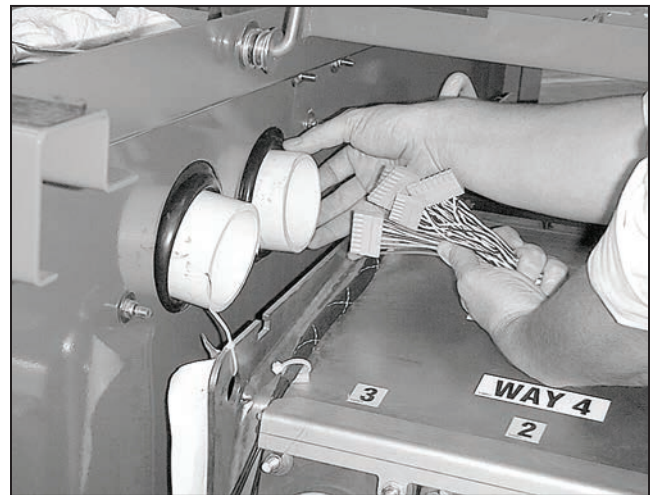
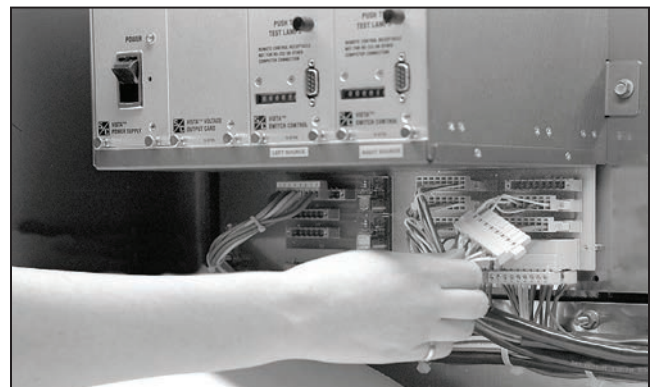
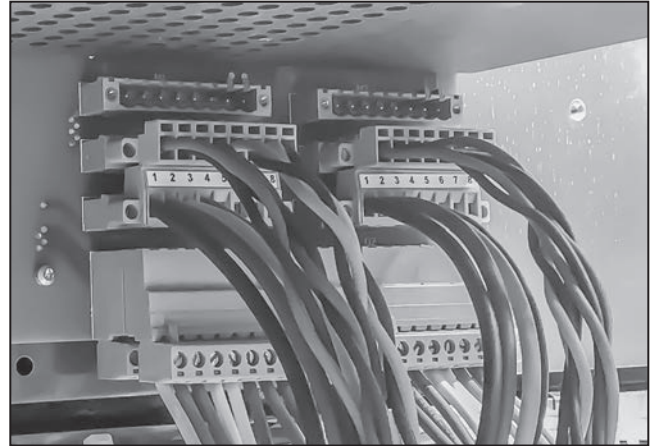
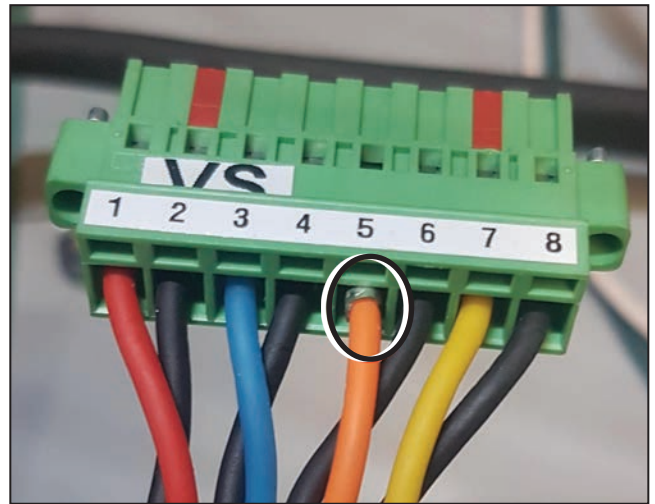

Figura 29. Los cables se insertan a través de los tubos de PVC.
Figura 30. Los conectores se conectan al tablero de la placa posterior del rack del interruptor Vista.
Figura 31. Acercamiento de los conectores del tablero de la placa posterior del rack del Vista.
Figura 32. Ejemplo de conexión incorrecta que está salido.
- (d) Si es aplicable, pase los cables VS-G1 y VSG2 en el compartimento de baja tensión a través del tubo de PVC. Ver Figura 29. Después, pase los cables principales más grandes a través del tubo de PVC: añada los conectores al tablero de la placa posterior del rack del Vista utilizando los planos proporcionados. Ver Figura 30 y la Figura 31 en la página 23.
Inserte completamente cada clavija, y apriete los tornillos de retención para cada conector, asegúrese de que ninguno de los pines del conductor individuales se haga para atrás durante la inserción. Ver Figura 31. Un ejemplo de un pin de conductor que se hizo para atrás se ve en la conexión 5 en la Figura 32.